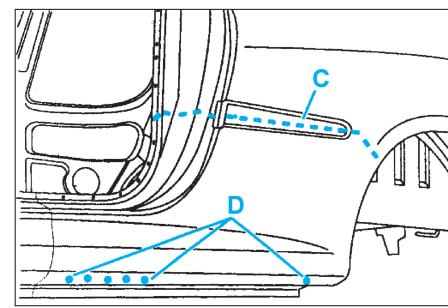

FIG. 92
- les coupes par cordons successifs au MIG suivant (C) et meuler (Fig.92),